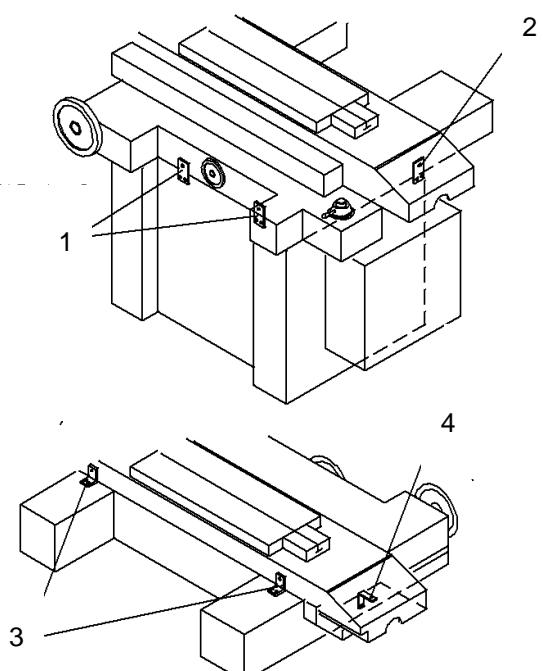

Рис.4.3
- (4) Перепроверьте еще раз все крепления и фиксаторы, смотрите Рис.4.3.
(5) Оператор погрузчика должен иметь соответствующую квалификацию и допуск к работам.
На Рис.4.3 показано место установки 3х фиксирующих винтов - M8x1,25P.